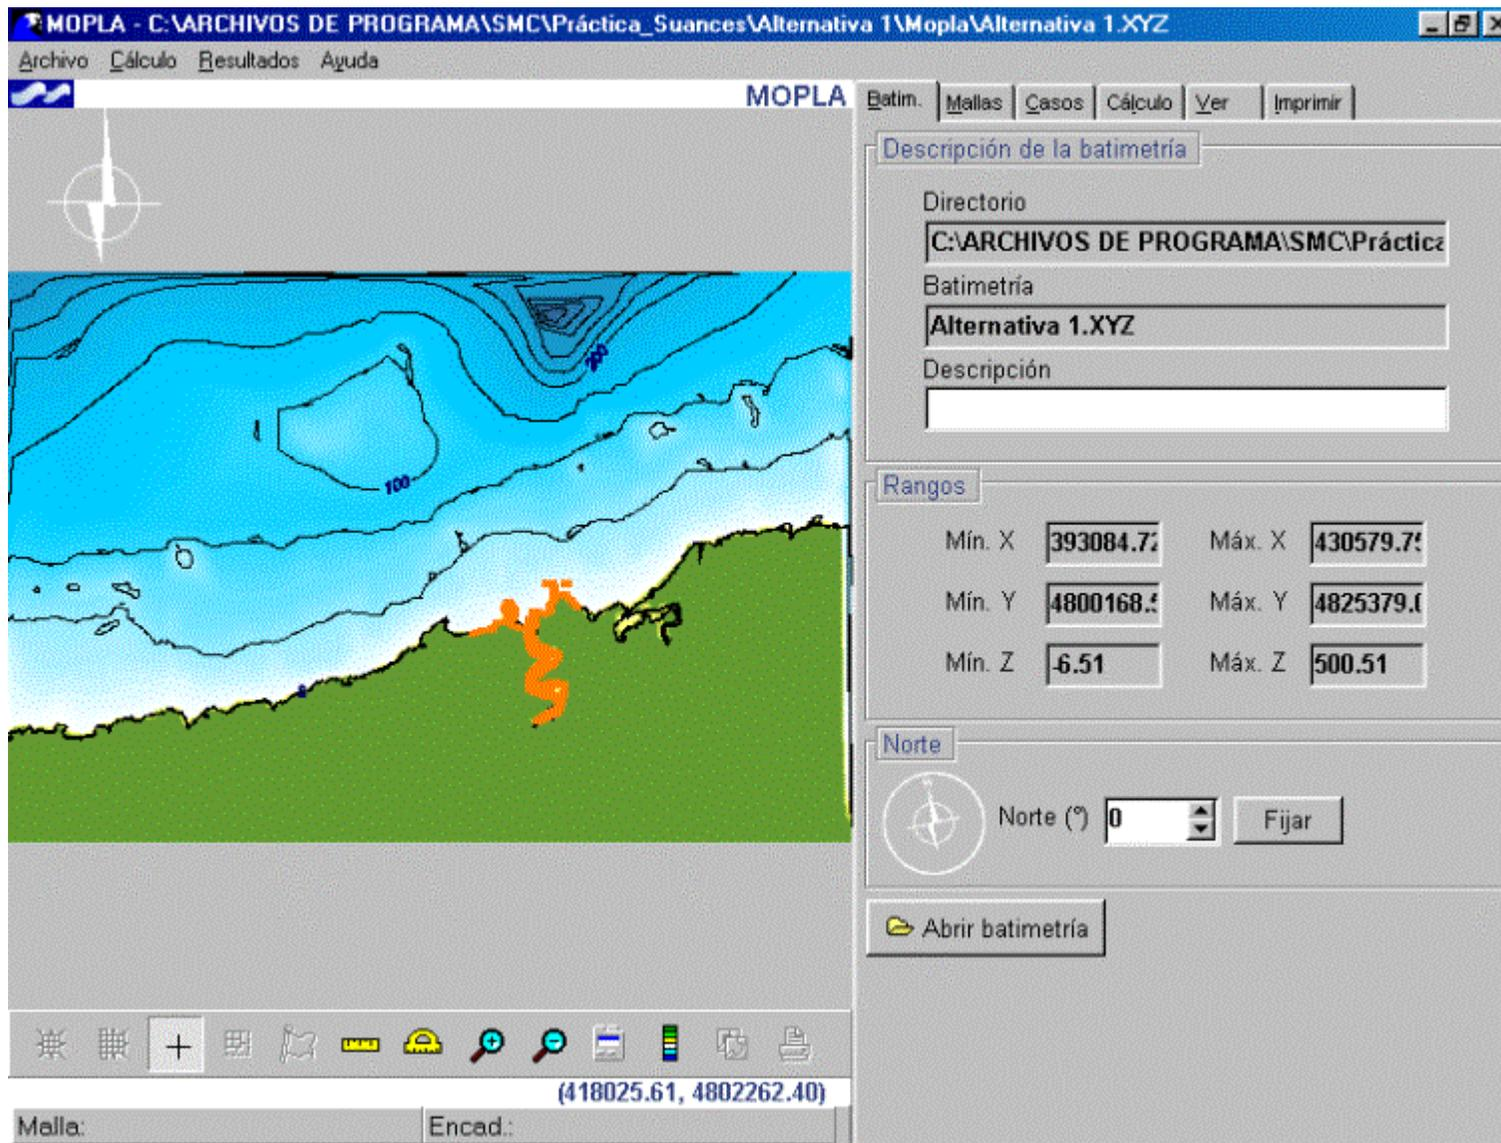

Figura 7.33
- Una vez regenerado el terreno, volver a ir, de nuevo, a la barra de menús y seleccionar la opción de “Corto plazo” y, a continuación, la opción de “Planta (Mopla)”. Esta opción volverá a llamar al programa Mopla (ver figura 7.33). Una vez que comprobamos qué batimetría hemos creado al regenerar, cerrar el programa Mopla y, de nuevo, volver al SMC.